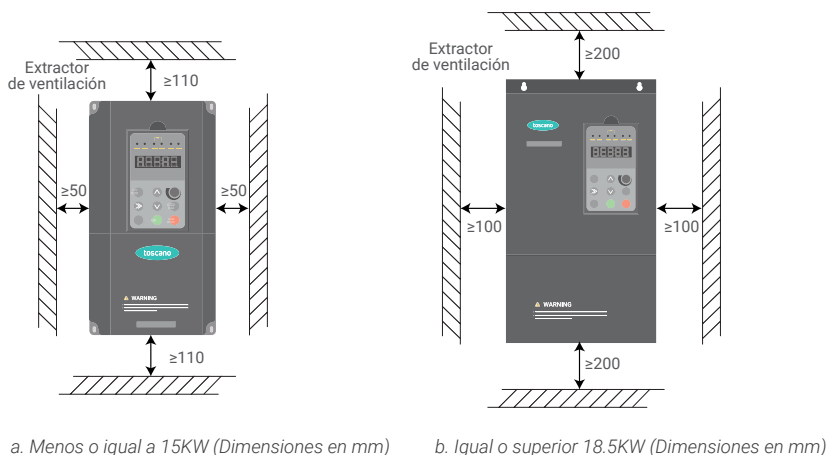

Fig.3-1 Espacio de montaje
02. Las dimensiones del espacio de montaje se detallan en la Fig.3-1.